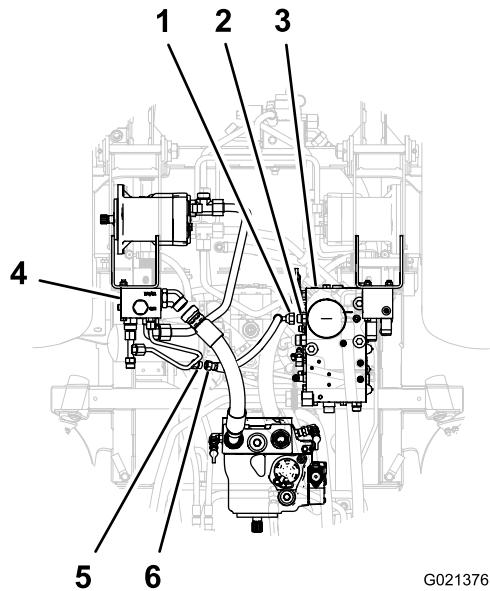

Figura 12
1. Alinhe o encaixe a direito da mangueira de retorno com o encaixe roscado do colector do tubo (Figura 12).
- Alinhe o encaixe de 90° da mangueira de retorno com o encaixe rosado no coletor de combinação (Figura 12).